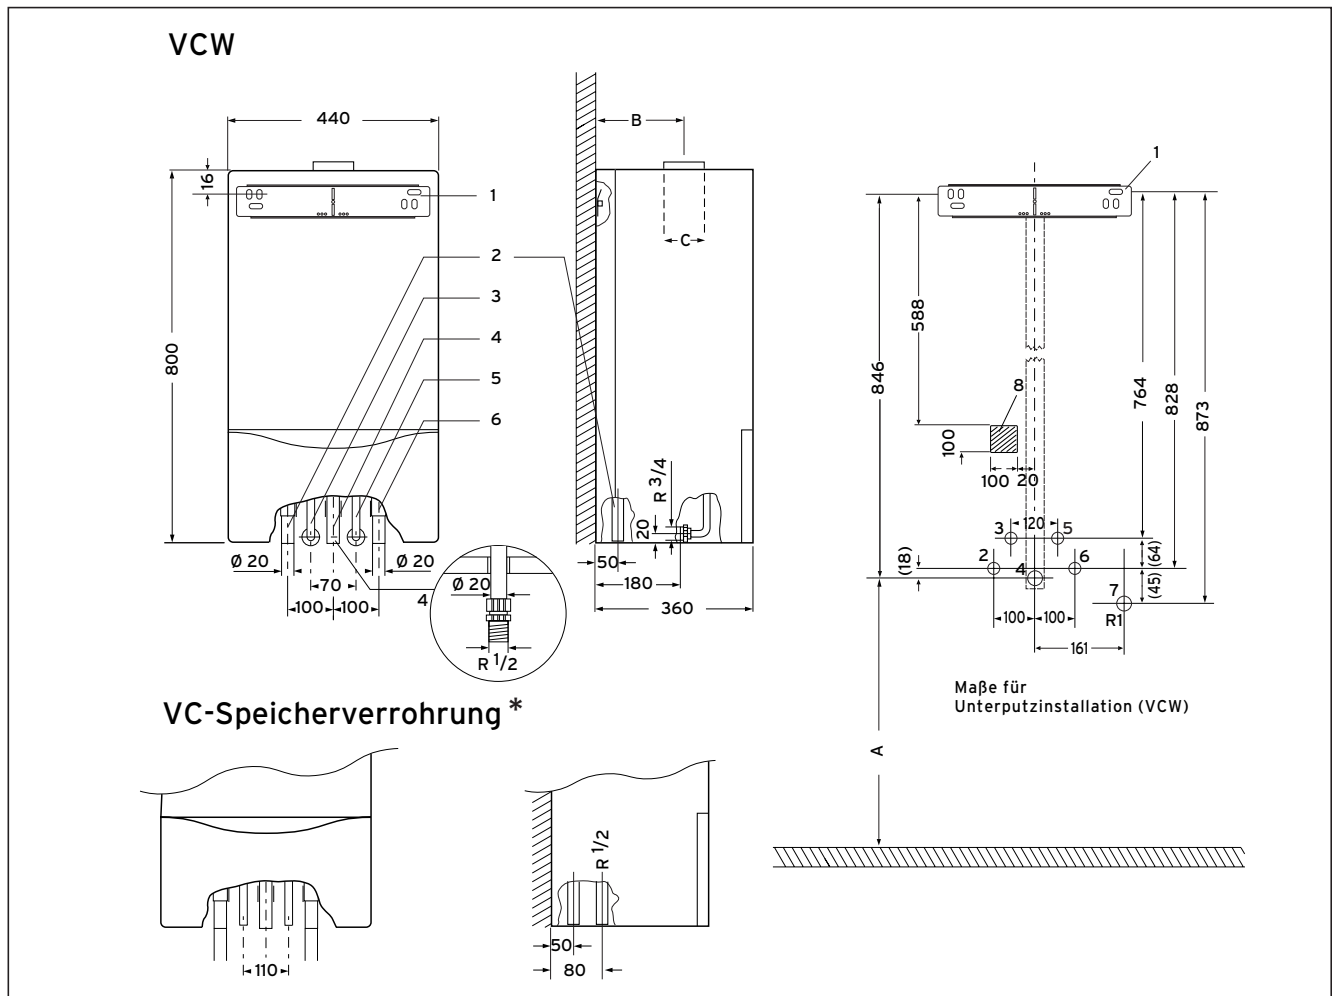

Abb. 3.4 Anschlussmaße (in mm)
Legende Abb. 3.4:
- Legen Sie die Montagehöhe für das Gerät fest. Beachten Sie insbesondere das Maß A (s. Abb. 3.4), wenn das Gerät mit einem Warmwasserspeicher des Typs VIH CR oder CQ kombiniert werden soll.
- Ermitteln Sie mit Hilfe der dem Gerät beiliegenden Montageschablone die Befestigungsbohrungen für den Halter (1) und die Anschlusskonsole (Zubehör) (2).
- Befestigen Sie den mitgelieferten Halter (1) an der Wand.
- Montieren Sie die Anschlusskonsole (2).
- Setzen Sie das Gerät von oben auf den Halter auf, und führen Sie gleichzeitig die Anschlussrohre für Heizungsvorlauf (3) und -rücklauf (4) in die entsprechenden Anschlüsse an der Anschlusskonsole ein.
- Zusätzlich bei Geräteausführung VCW: Montieren Sie die Leitungen für Kaltwassereinfluss (5) und Warmwasserauslauf (6) an der Unterseite des Gerätes.